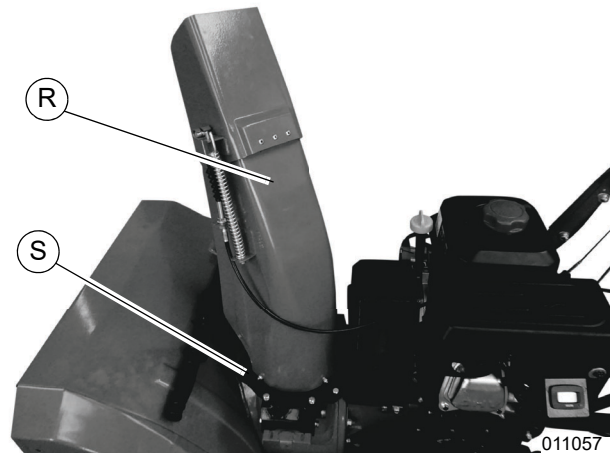

Figura 2-11. Conjunto de conducto
12. Consulte la **Figura 2-11**. Coloque el conjunto de conducto (R) en el conjunto de placa de engranajes (S) y alinee los orificios de montaje.